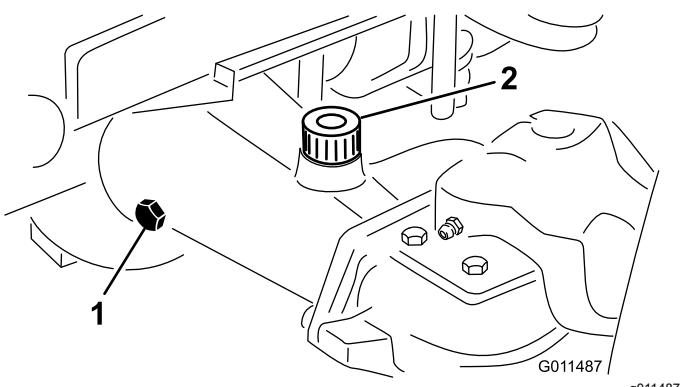

Bild 105
2. Entfernen Sie eine Prüfschraube aus einem Ende der Achse und stellen sicher, dass das Öl die Unterseite des Lochs erreicht (Bild 105).